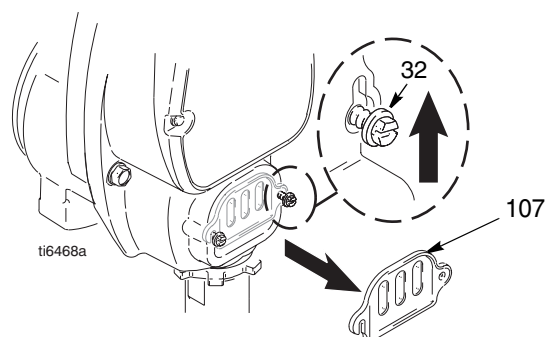

FIG. 15
4. FIG. 15. Desserrer les deux vis (32) et enlever le couvercle de la tige de pompe (107).